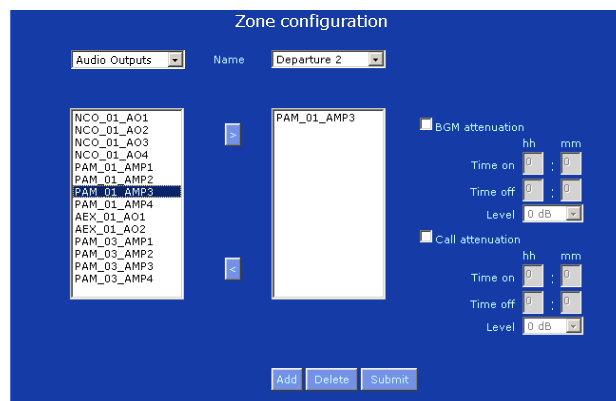

figura 34.8: Nuova zona, passaggio 6
- 6 Fare doppio clic sull'uscita selezionata o fare clic sul pulsante *>* per aggiungere l'uscita alla zona. Nella cornice principale dell'interfaccia web, appare una schermata simile a quella in figura 34.8.